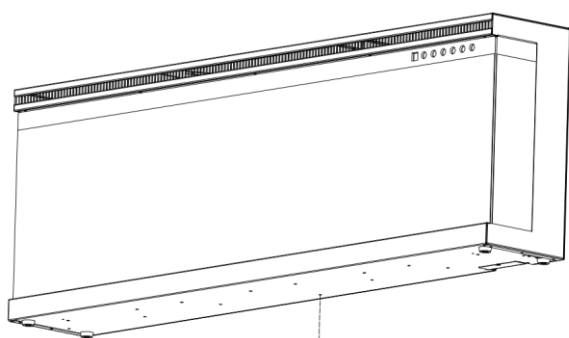

Fig 1-1
A.Sundejte stříbrný šroub ve spodní části zařízení. (Fig. 1-1). Odložte šroub stranou.